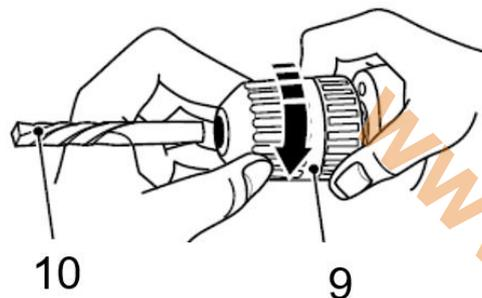

Рисунок 2.2.1. установка оснастки.
2. Держите рисунок неподвижно нижнюю муфту патрона и поверните до упора по часовой стрелке верхнюю муфту патрона «9» (рисунок 2.2.1.) для фиксации оснастки.